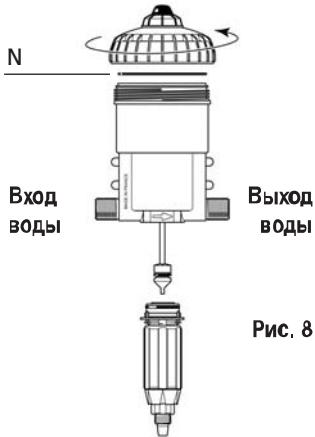

Рис. 7
- 1 - В случае использования растворов растворимых продуктов рекомендуется периодически полностью демонтировать дозирующую часть (см. §§ ОЧИСТКА ВСАСЫВАЮЩЕГО КЛАПАНА и ЗАМЕНА ДОЗИРОВОЧНЫХ ПРОКЛАДОК). Обильно промойте элементы дозирующей части чистой водой и установите на место, предварительно смазав прокладку консистентной силиконовой смазкой (Рис. 7).